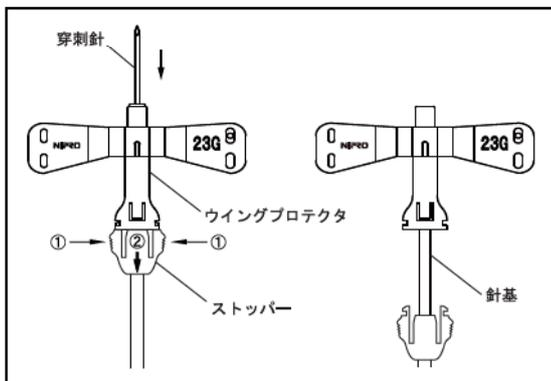

図1
(1) セーフタッチ® P S V使用後はストッパーの両側をつまんでロックを外し①、穿刺針をウイングプロテクタ内に収納してください②。（図1）